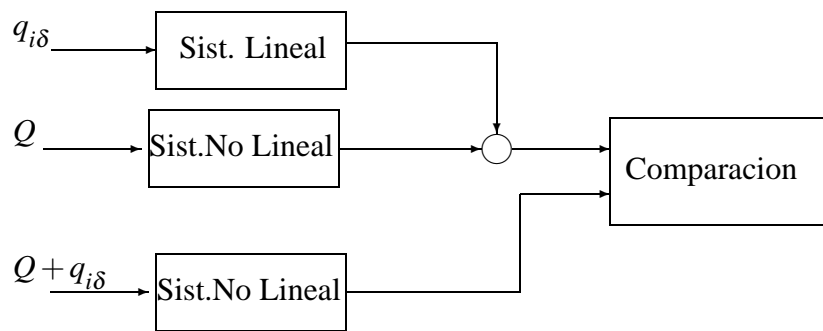

Figura 2: Diagrama de bloques del sistema simulado para comparar los resultados
El sistema linealizado que obtuvimos en (5) es un modelo aproximado que describe la dinámica del sistema original en un entorno del punto de operación (4). Para comparar la aproximación dada por el modelo linealizado con el modelo no lineal, simulamos juntos ambos sistemas en el esquema que se muestra en el diagrama de bloques de la Figura 2.